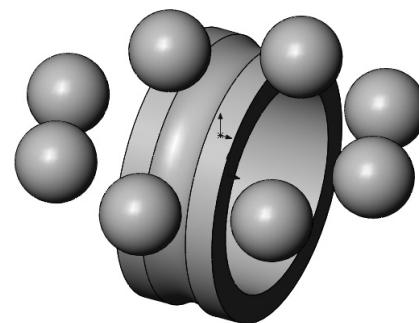

图 7-104 装配体中插入滚动体
- [2] 单击图形区域以放置零部件，装配体中插入滚动体，如图 7-104 所示。